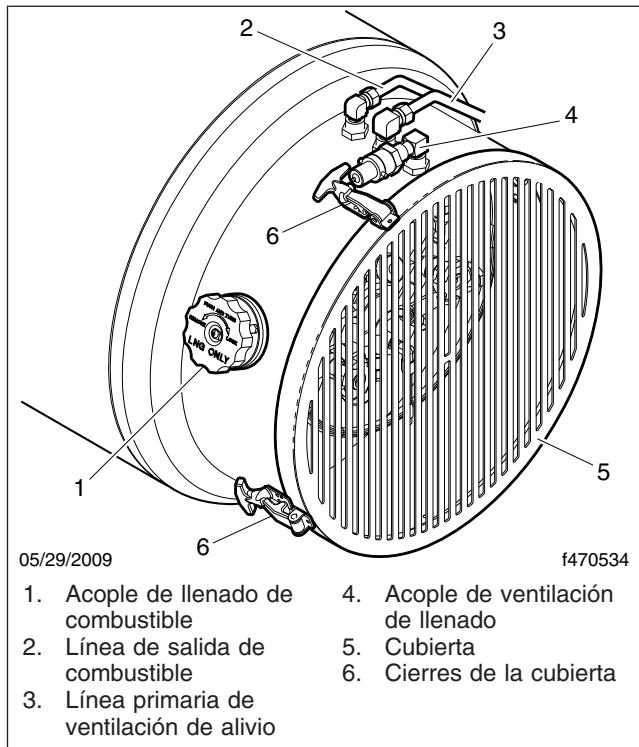

Figura 16.2, Tanque de combustible GNL
2. Quite la tapa guardapolvo del acople de llenado de combustible. Vea la Figura 16.2.